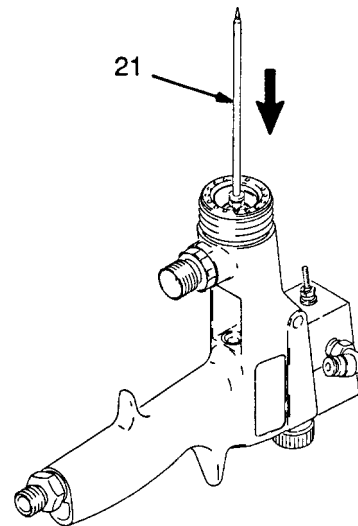

Fig. 3
10. Empujar el conjunto de empaquetaduras de 3 pies (49) para extraer por la parte de atrás de la pistola, con el extremo roscado de la aguja de fluido (21), tal como se muestra en la Fig. 3.
No aplicar una fuerza excesiva para extraer el conjunto de empaquetaduras (39) o la junta de la copa en un (33) puesto que esto puede plegar la aguja de fluido (21). Remitirse a las Fig. 3 y 4. Si fuere difícil extraer las empaquetaduras, utilizar una varilla plástica de 3-16 pulgadas para extraerlas.